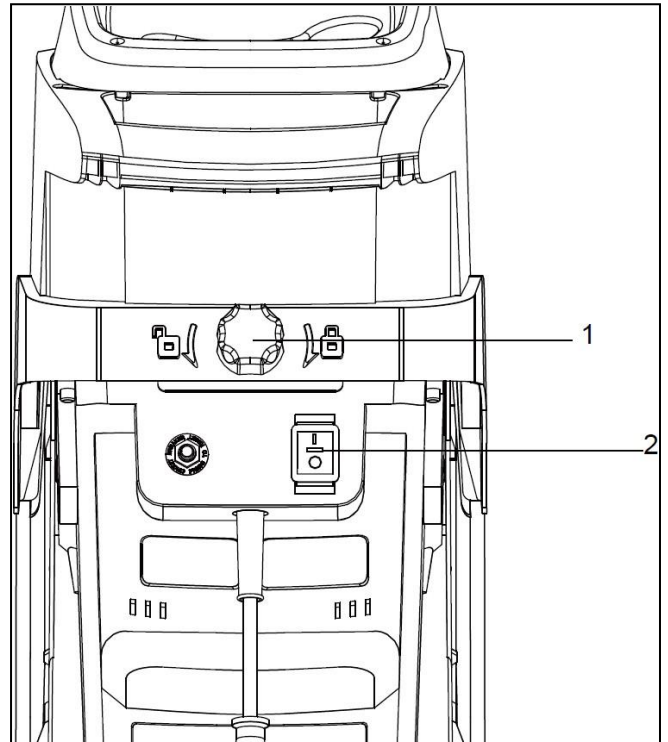
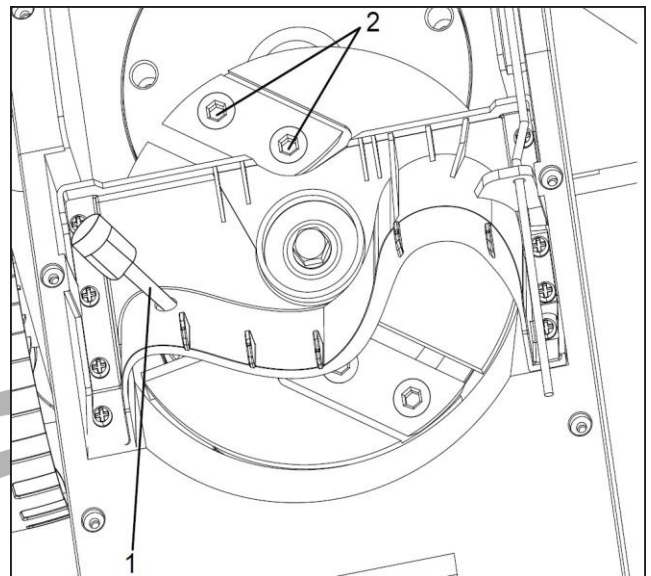

Fig. 4
Fig. 5
2. Vérifiez que la trémie est vide. Fermez hermétiquement la trémie en tournant le bouton de verrouillage de la trémie (Fig 4 - 1) dans le sens des aiguilles d'une montre. La déchiqueteuse ne fonctionnera pas si la trémie est ouverte ou n'est pas complètement fermée.
4. Connectez le broyeur à une source d'alimentation et mettez l'interrupteur d'alimentation en position ON (Fig. 4 - 2).
6. Introduisez lentement la matière à broyer dans la trémie par la goulotte d'alimentation (Fig. 5). Tenez les branches à une distance sûre de la goulotte d'alimentation jusqu'à ce qu'elles soient automatiquement aspirées dans le broyeur.
- Pour redémarrer le broyeur, appuyez d'abord sur le bouton de réinitialisation (Fig. 4 - 1). Mettez ensuite l'interrupteur d'alimentation en position de marche.
2. Dévissez complètement le bouton de verrouillage de la trémie (Fig. 4 - 1) jusqu'à ce qu'il ressorte. Ouvrez la trémie pour accéder à la tête de coupe (Fig. 5).
4. Faites tourner la tête de coupe de manière à ce qu'elle apparaisse comme indiqué sur la Fig. 5. Pour empêcher la tête de coupe de tourner pendant le changement de lame, insérez une tige dans l'orifice de protection de la lame (Fig. 5 - 1) et la fente de la tête de coupe.
6. Chaque lame est fixée par deux boulons hexagonaux (Fig. 5 - 2). Retirez la lame du bord intérieur de la protection de la lame où les deux boulons hexagonaux sont accessibles.